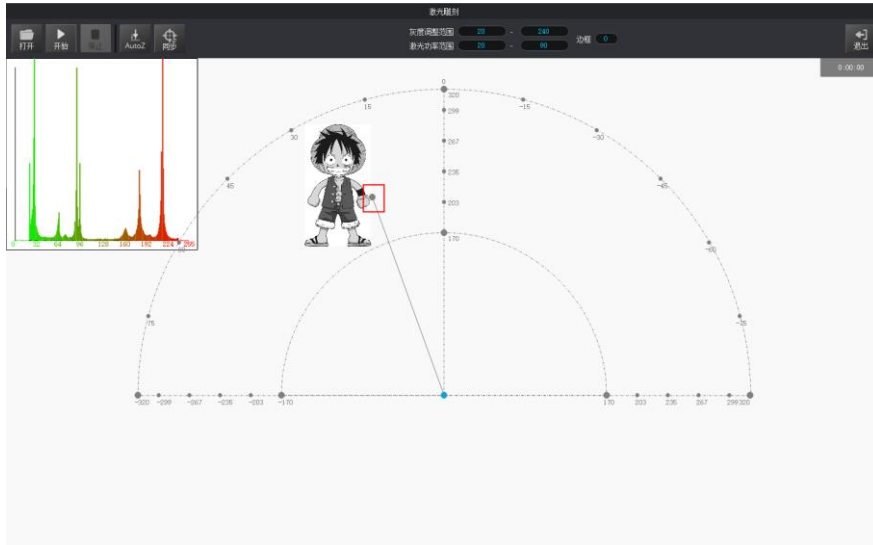

图 5.85 机械臂末端激光套件对应激光雕刻界面上的点
- 图 5.85 红框中的点为机械臂所在的位置。移动机械臂时，该点的位置也随之变化，且确保在环形区域内移动。